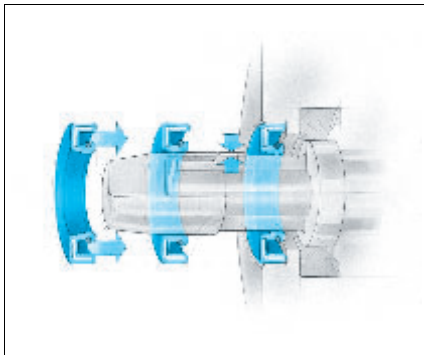

Рис. 2.45 Монтаж на валу с соединением в шпунт и гребень (также при остроугольных ступах вала)
- При монтаже через соединение в шпунт и гребень канавку на валу необходимо закрыть защитным чехлом (→ Рис. 2.45), чтобы избежать повреждения рабочей кромки.